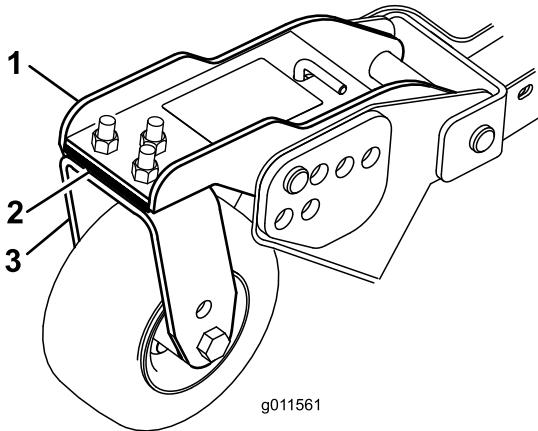

Figura 82
- Retire los tornillos de caperuza y las tuercas que fijan el brazo de las ruedas giratorias a la horquilla de la rueda (Figura 82).